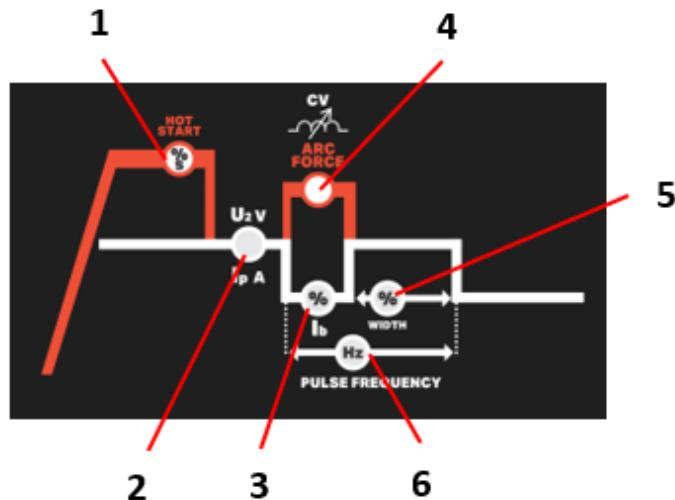

Fig. 3 – Paramètres LIFTIG
- Régler la valeur du courant de soudage (Fig.3)
Soudage LIFTIG**Pour DC 164 e DC 204** (Voir les Article de la Fig. 3 A)
Soudage LIFTIG**Pour DC 224** (Voir les Article de la Fig. 3 B)